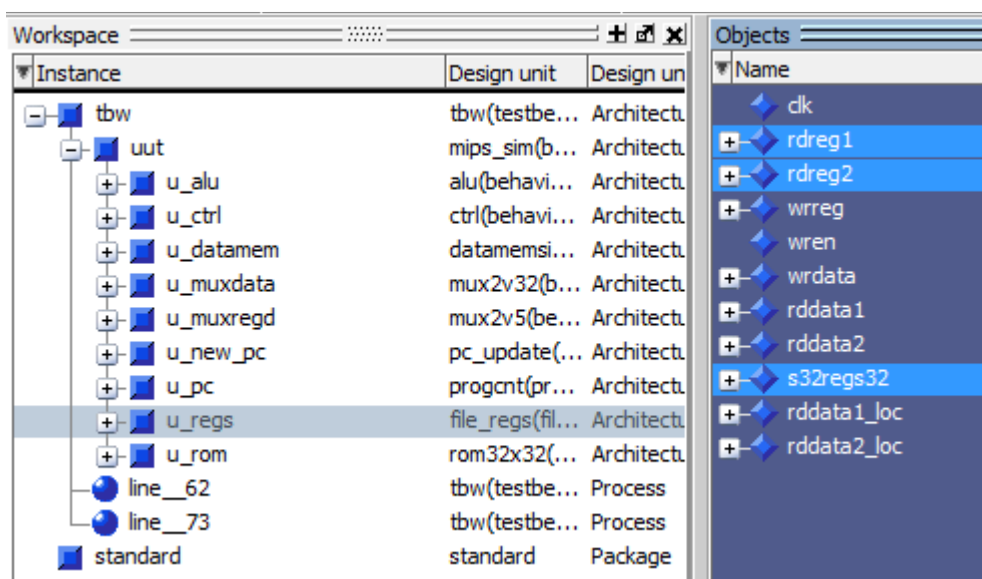

figura 9
9. Semnalele **RdReg1** și **RdReg2** nu sunt prezente la nivelul *uut* sub acest nume, dar apar în interiorul modulului *File\_Regs*. Pentru a adăuga la *Wave* semnalele dintr-un modul diferit de *uut*, selectați *u\_regs* în fereastra **Instance**. În fereastra **Objects** faceți selecțiile din figura 9. Apoi adăugați aceste semnale la **Wave** așa cum s-a explicat mai sus. Folosind Drag&drop rearanjați semnalele în ordinea din Tabelul 2. **În plus față de semnalele menționate se adaugă și semnalul s32reg32, adică cele 32 de registre generale.** Acestea sunt necesare pentru verificările rapide conform Tabelul 1.